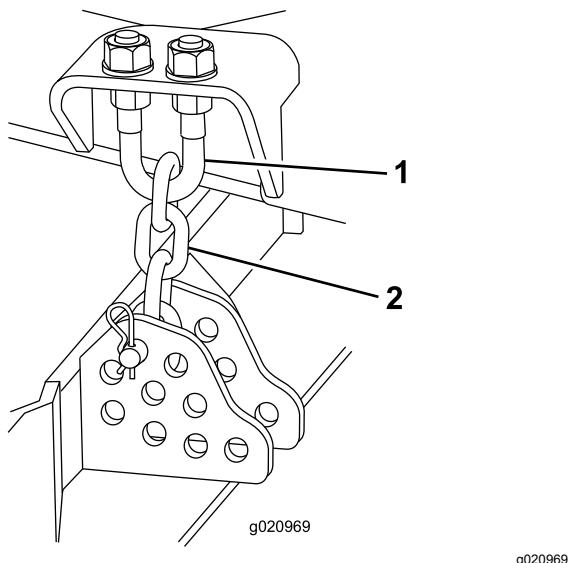

**Figure 120**
2. Retirez la goupille fendue qui fixe les amortisseurs aux bras de levage (Figure 120).